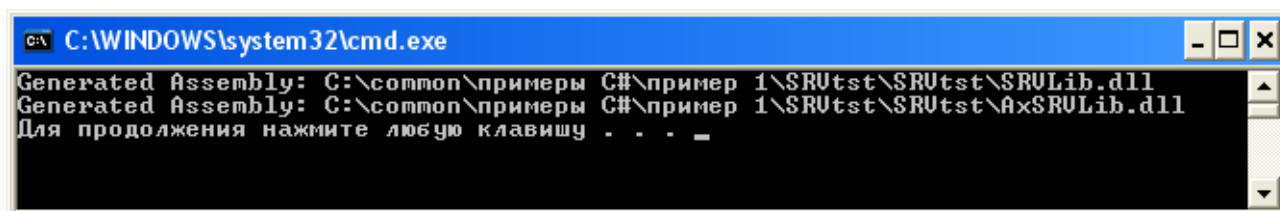

Рисунок 7. Работа утилиты Aximp.
3. Появится консоль утилиты aximp, выполняющая создание обертки. Рисунок 7.